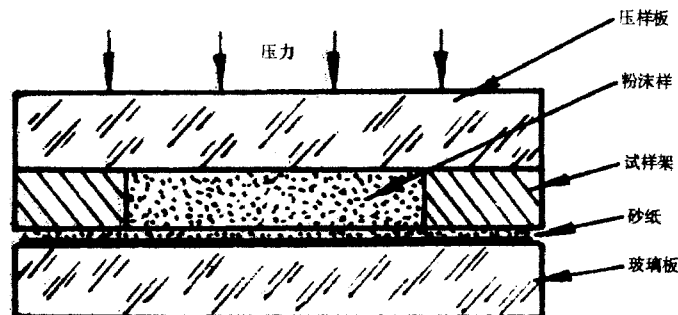

图 1
3.4 压制粉末衍射试样,将粒度为 W28 的金相砂纸一块,置放玻璃板上,然后将粉末衍射试样架置于砂纸上,再将混匀的粉末试样装入试样架盛样框内,用 5 mm 厚玻璃压样板用力压实,即成 X 线粉末衍射试样(见图 1)。